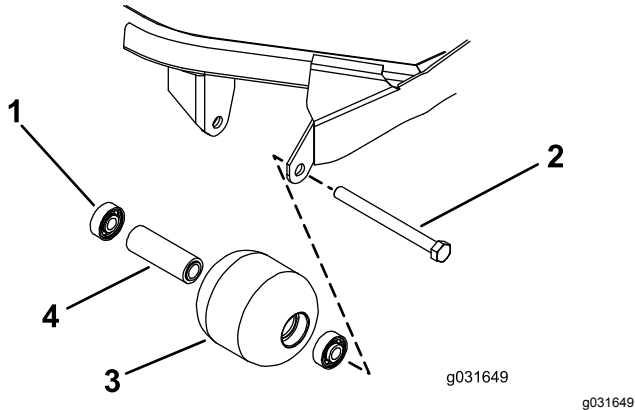

Figure 66
1. Retirez le boulon de fixation du galet (Figure 66).
4. Vérifiez l'état du logement de roulements, des roulements et de l'entretoise de roulements (Figure 66)
1. En exerçant une pression uniquement sur la bague extérieure ou uniformément sur les bagues intérieure et extérieure, poussez le premier roulement dans le logement du galet (Figure 66).
2. Insérez l'entretoise (Figure 66).
bagues intérieure et extérieure, poussez le second roulement dans le logement du galet jusqu'à ce qu'il rencontre l'entretoise (Figure 66).